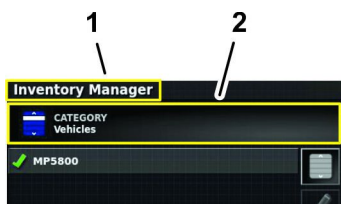

Figura 88
5. Se la categoria Attività non viene visualizzata nell'icona Categoria, premete l'icona Categoria (Figura 88).